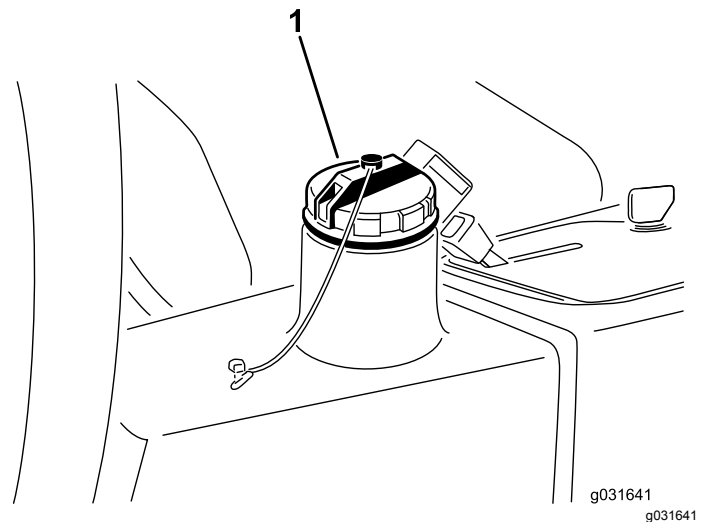

Figure 65
4. Versez environ 13,2 litres de liquide hydraulique dans le réservoir (Figure 65) ; voir Liquides hydrauliques spécifiés (page 53) et Contrôle du niveau de liquide hydraulique (page 53).